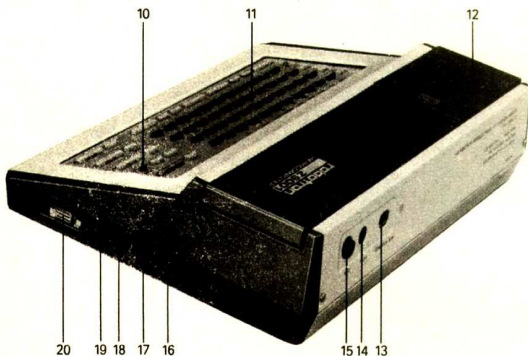

Bild 2
Nachdem Sie Ihren Heimcomputer ausgepackt haben, sollten Sie sich näher mit ihm vertraut machen. Dazu sind im Bild 2 die Anschlußmöglichkeiten und weitere Funktionselemente dargestellt.
Das Kassettenmagnetbandgerät (32) wird über ein handelsübliches Diodenkabel (31) mit der Buchse (19) Ihres Heimcomputers verbunden (siehe Bild 2 und 3) und mit einer Eisen- oder Chromdioxid-Kassette bestückt.